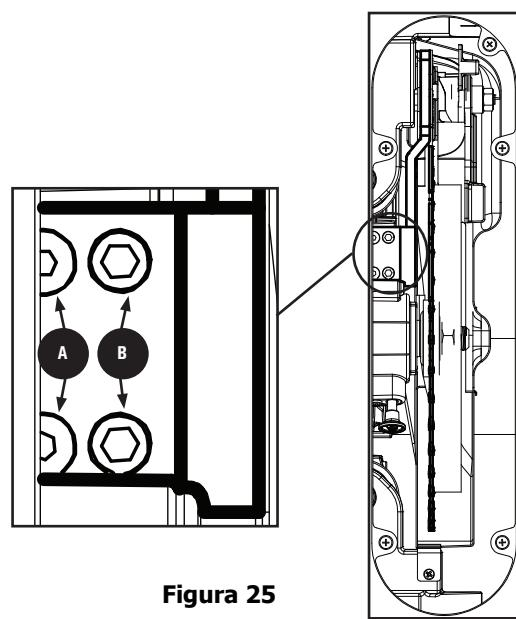

Figura 25
2. Afloje los dos tornillos de cabeza hexagonal **A** como se muestra en la Figura 25.
4. Apriete los dos tornillos de cabeza hexagonal **A** como se muestra en la Figura 25.
5. Para ajustar la alineación en paralelo, utilice dos tornillos de fijación **B** como se muestra en la Figura 25. Hacia la derecha: ajuste del separador hacia la derecha. Hacia la izquierda: ajuste del separador hacia la izquierda. Si es necesario, use los tornillos de fijación para alinear la cuchilla separadora con la cara de la cuchilla y el cuadrado.